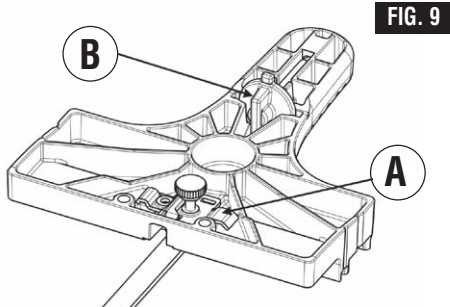

FIG. 9
La JA1010 se utiliza para realizar cortes rectos y de círculos de manera rápida y precisa. Incluye la guía, dos abrazaderas para sujetar la guía a la sierra caladora (A) y un pasador central para guiar los cortes de círculos (B). Las abrazaderas y el pasador centrador se pueden almacenar en la guía (Fig. 9).